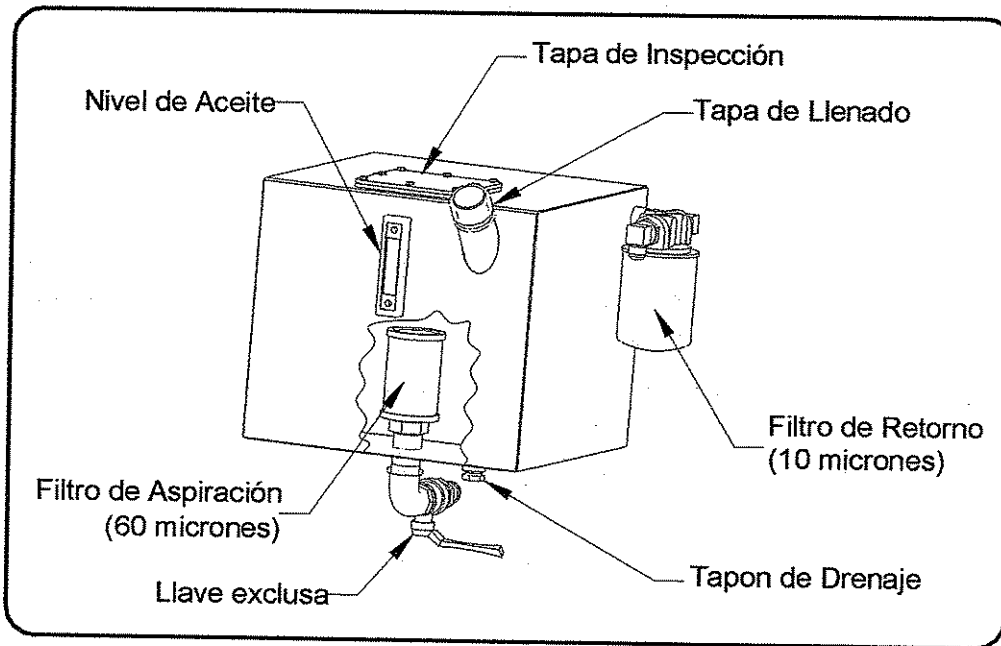

Figura IV-3: Componentes del sistema hidráulico.
La grúa está equipada con un sistema de filtros que requiere mantenimiento regular que garantice su efectividad. Ver Figura IV-3.
Todo el aceite hidráulico sale del tanque pasando a través de la línea de aspiración, y de allí se dirige a la bomba. El filtro de aspiración es celulósico y su malla es de 60 micrones. Este filtro está localizado en el interior del depósito de aceite. Ver Figura IV-3.
El filtro de retorno limpia el aceite antes que ingrese al tanque. Este filtro posee un elemento filtrante de 10 micrones; la línea de retorno tiene una válvula de bypass (abre a 1.75 bar o más). Cuando la válvula abre, el flujo de aceite ingresa directamente al depósito. El filtro está ubicado fuera del depósito de aceite. Ver Figura IV-3.
2. Extraiga el tapón de drenaje utilizando una llave hexagonal de 1 1/8". Drene completamente el tanque de aceite. Ver Figura IV-3.
4. Saque el filtro de aspiración; limpie el filtro de boca de carga y el tanque con solvente. Luego coloque nuevamente el filtro viejo de aspiración. Si el filtro de boca de carga se encuentra dañado cámbielo por uno nuevo. Ver Figura IV-3.